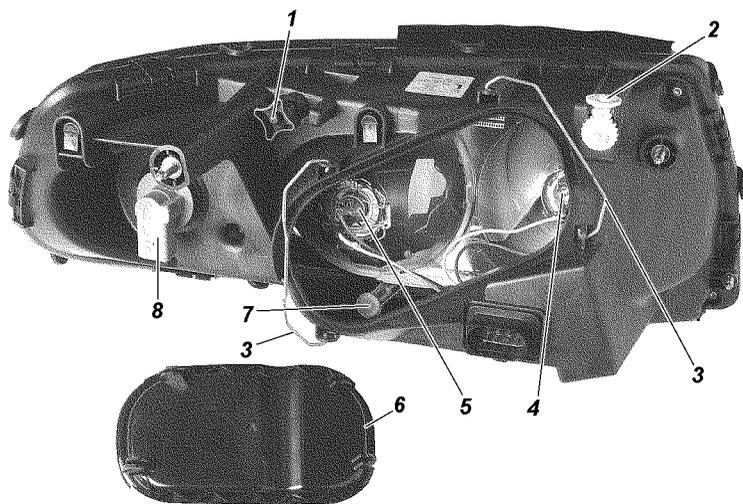

Рис. 9.41. Фара:
3. Включите ближний свет фар и, поочередно закрывая каждую фару, вращением регулировочного винта 1 (рис. 9.41) и регулировочной шестерни 2 добейтесь, чтобы светотеневая граница слева от точек E и E' совпала с линией 1, а справа - с линиями 2 и 2' для левой и правой фар соответственно. Точки перелома светотеневой границы должны совпадать с
Замена ламп фар. Для замены лампы указателей поворота снимите колодку с патрона 8 (см. рис. 9.41), поверните патрон по часовой стрелке (для правой фары) или против часовой стрелки (для левой фары) и выньте патрон в сборе с лампой.